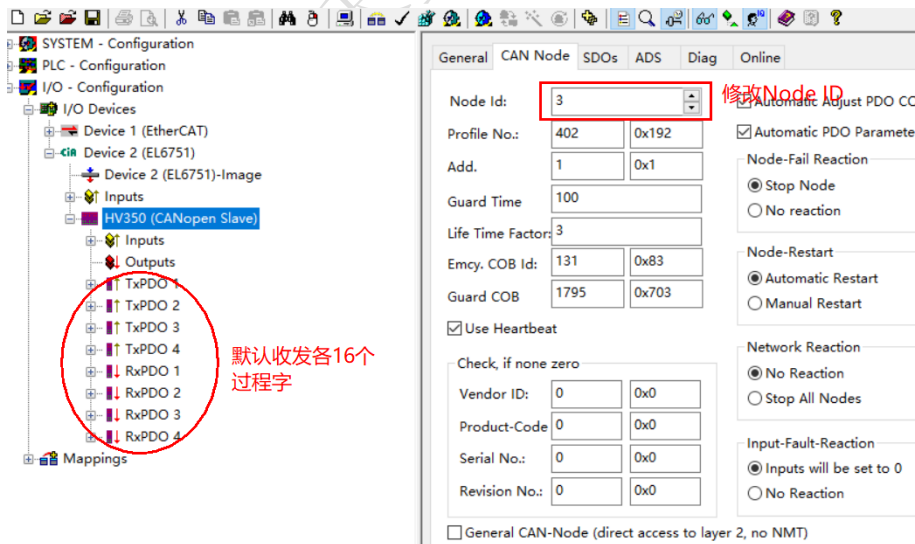

图 3.11 修改 Node ID
6) 修改从站配置，根据通讯协议定义，TPDO 与 RPDO 均为 4 个，添加的 CANopen 从站默认为 4 个 TPDO 和 4 个 RPDO，可不更改 PDO 数量，仅修改从站地址，将【Node ID】修改为 3 即可，如图 3.11 所示。